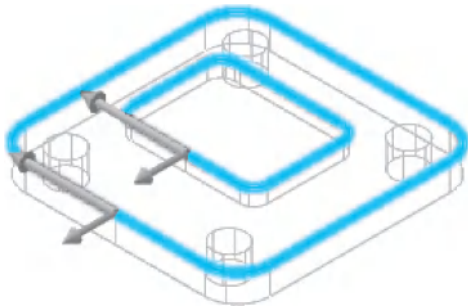

图 10-24 选择加工边界
1) 选择【刀路】/【外形】命令，系统弹出【线框串连】对话框，以【实体】/【串连】的形式分别选择如图 10-24 所示的两条外形轮廓线。根据箭头指向判断此时刀具补偿为左补偿，单击【确定】按钮。